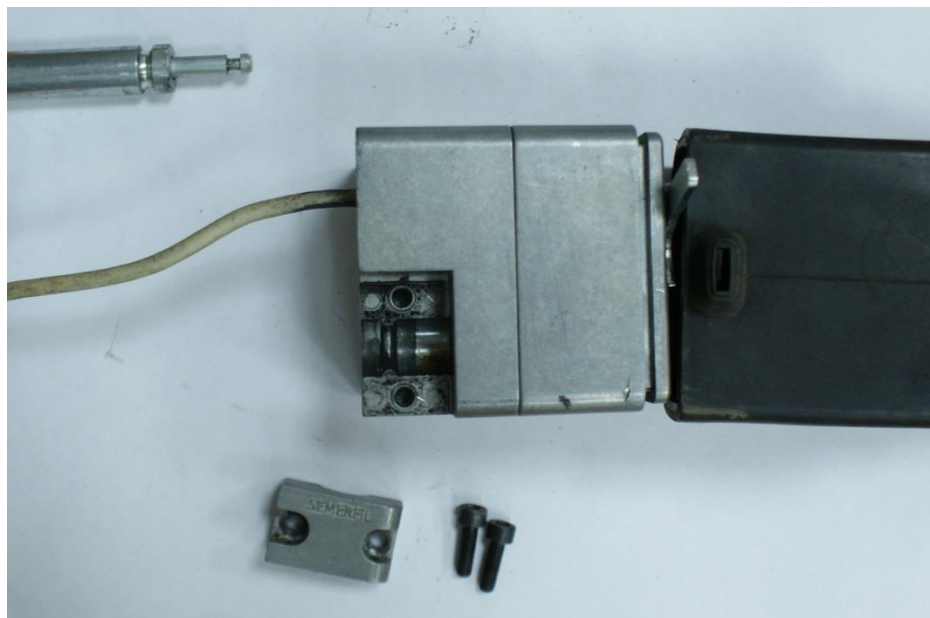

Рисунок 2.18
- открутить винты, крепящие фиксирующие планки согласно рис. 2.18;